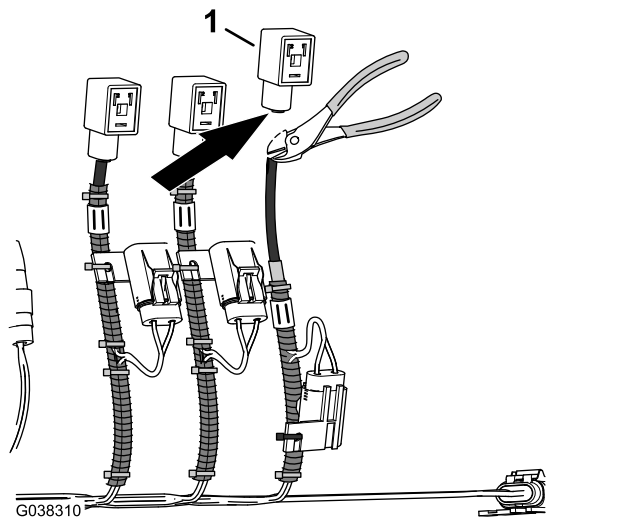

Figura 32
- Corte el arnés del conector DIN por debajo del conector DIN (Figura 32)